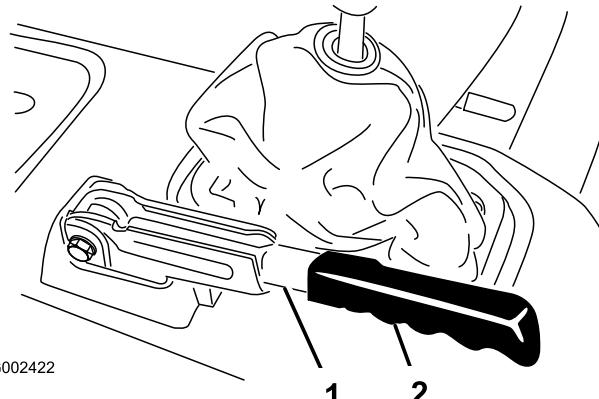

図 62
1. 駐車ブレーキレバーのゴム製グリップをはずす(図 62)。